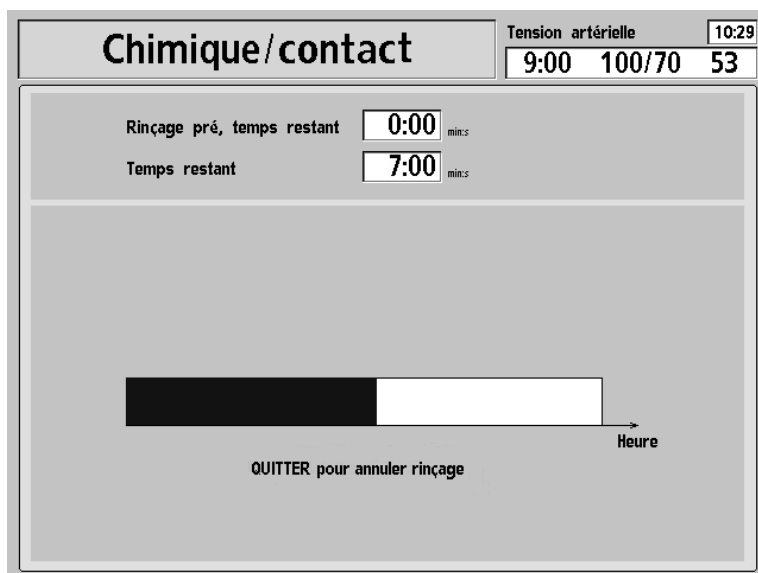

Figure 66 – Écran de désinfection chimique/contact
5. L'écran de désinfection « Chimique/contact » s'ouvre (reportez-vous à la Figure 66). La progression du cycle de désinfection est indiquée dans la barre horizontale. Le cycle commence par un rinçage de 45 secondes. Le message « Rinçage tubulaires : attente » est affiché sur la barre d'état.